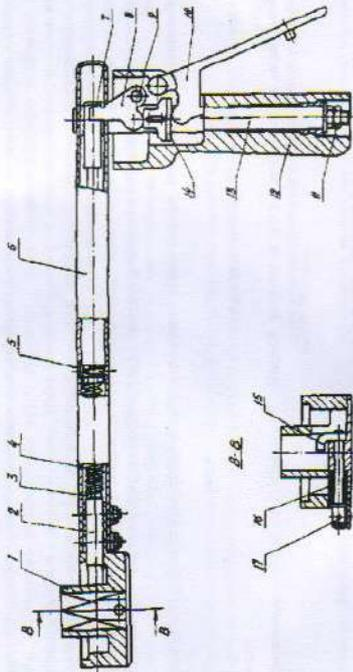

Рис. 2. Безопасная ручка.
Безопасная ручка. Для работы с лебедкой применяется безопасная ручка (рис. 2).
4. Полость отверстия рукоятки 12 (рис. 2) безопасной ручки со стороны выхода оси 13 заполнить смазкой ЦИАТИМ-201.